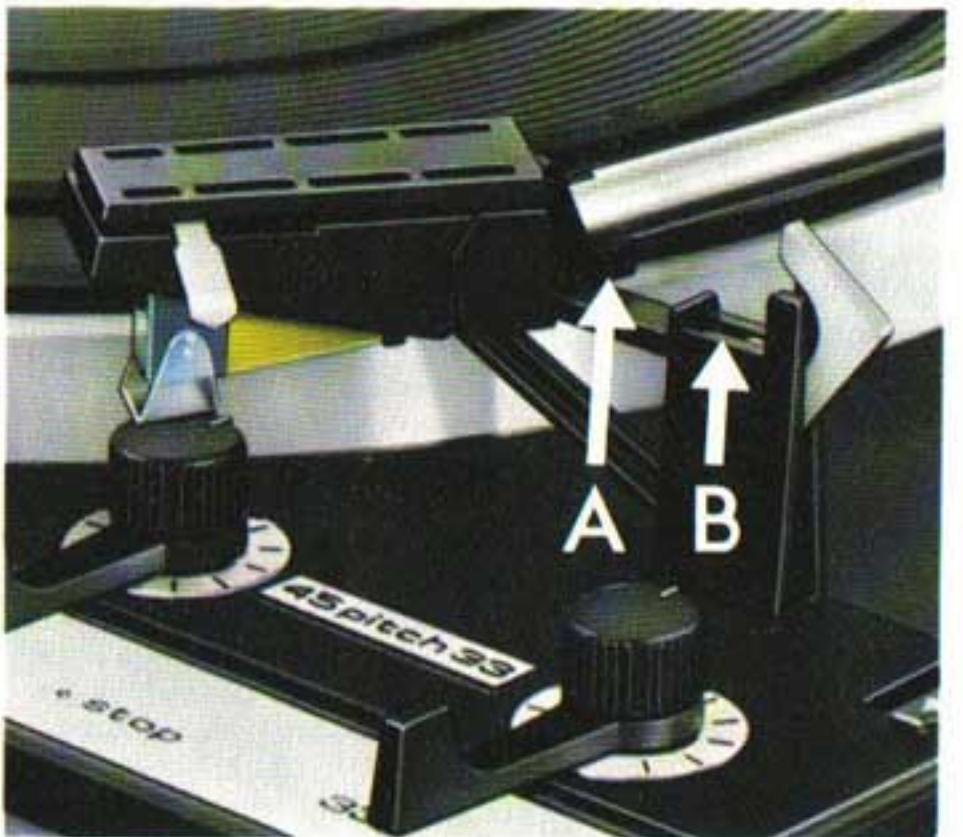

Fig. 20
Der Tonarm ist ausbalanciert, wenn Kante "A" des Tonarmkopfprofils und Kante "B" der Tonarmstütze auf gleicher Höhe sind (Fig. 20), oder wenn der Tonarm sich nach Antippen in vertikaler Richtung wieder von selbst in die horizontale Lage einpendelt. Beim Ausbalancieren des Tonarmes muß dieser von der Kinematik entkoppelt sein. Tonarmlift in Stellung bringen und eventuell Plattenteller von Hand im Uhrzeigersinn (einige Umdrehungen) drehen.
3. If the tonearm does not come to rest horizontally, loosen setscrew (F) and slide the counterbalance with its shaft until an approximate balance has been achieved. Then secure the shaft of the counterbalance by tightening the setscrew.
4. Now find the exact balance by turning the counterweight. The tonearm is exactly balanced when edge "A" of the tonearm head profile is at precisely the same height as edge "B" of the tonearm rest (Fig. 20), or when the tonearm, flicked vertically, returns automatically to a horizontal position. When balancing the tonearm, the automatic mechanism must be disengaged. To be sure of this, place the cue control in position **■** and, turn platter by hand clockwise a few rotations.
Le bras de lecture est équilibré, lorsque le bord "A" du profil de la tête et le bord "B" du support du bras sont au même niveau (fig. 20), ou lorsqu'après une légère pression verticale exercée sur le bras, celui-ci revient de lui-même dans la position horizontale. Lors de l'équilibrage, le bras de lecture doit être découplé de la chaîne cinématique. Amenez le lève-bras dans la position **■** et tourner éventuellement le plateau à la main dans le sens des aiguilles d'une montre (quelques tours).
De toonarm is uitgebalanceerd, zodra de onderzijde van "A" en de bovenzijde van "B" op gelijke hoogte blijven (fig. 20), of wanneer de toonarm, na lichte aanraking, uit zichzelf de horizontale positie inneemt.